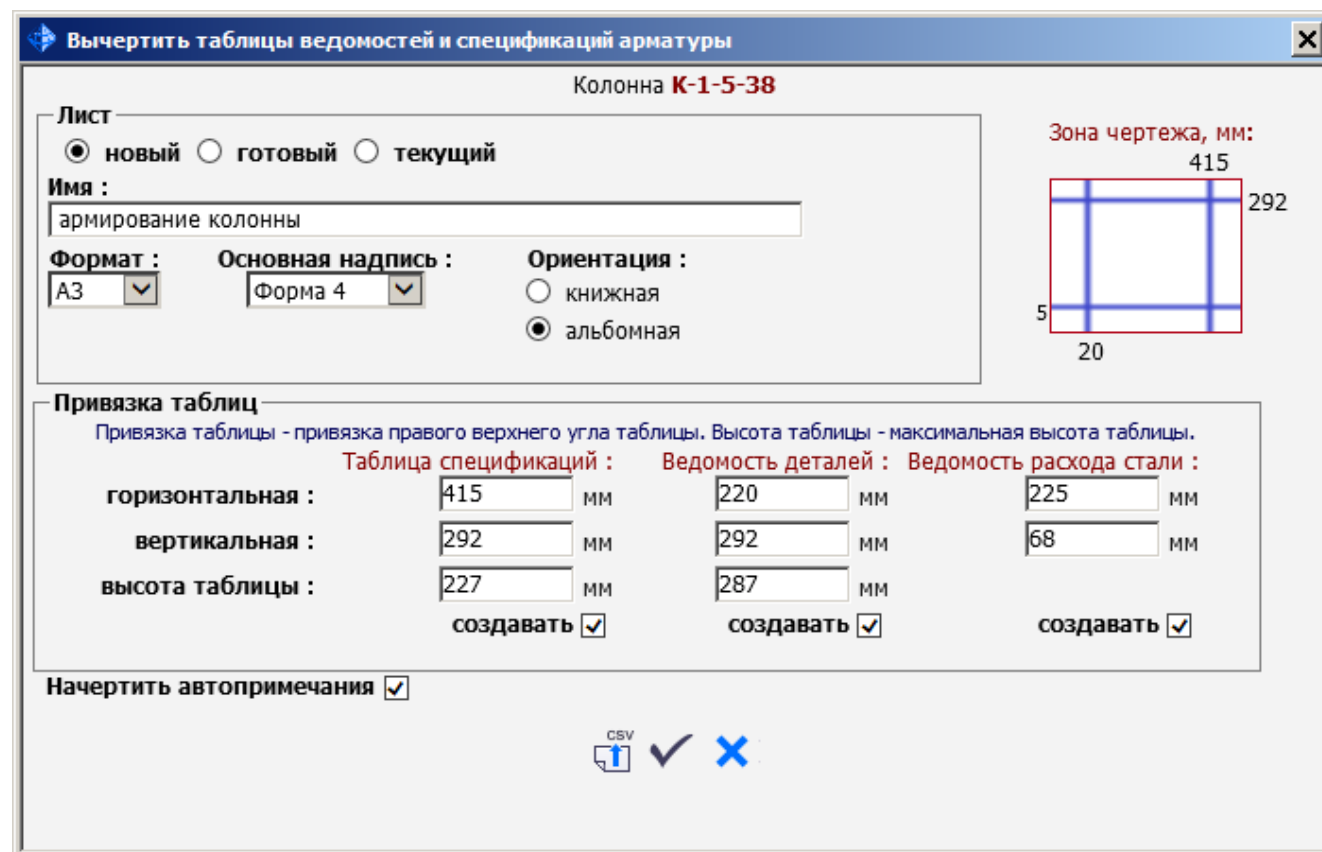

Рис.7.20. Диалоговое окно **Вычертить таблицы ведомостей и спецификаций арматуры**
- Вызовите диалоговое окно **Вычертить таблицы ведомостей и спецификаций арматуры** (рис.7.20) щелчком по кнопке **Поместить на чертёж...**.